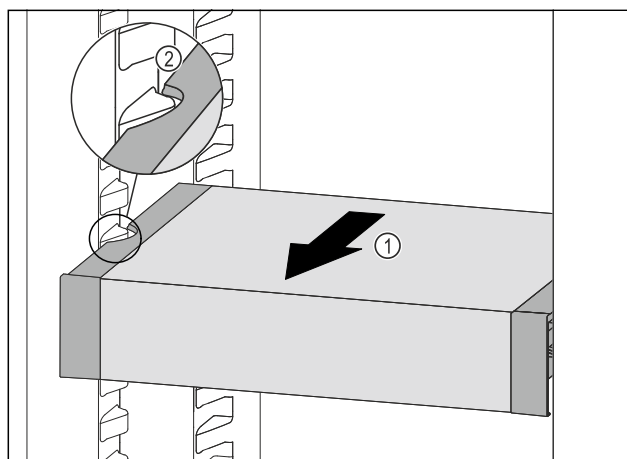

Fig. 180
- Tërhiqni VarioSafe për nga përpara *Fig. 180 (1)*, derisa folëtë anësore të VarioSafe të jenë në lartësinë e brinjëve të kutisë në pjesën e ftohjes. *Fig. 180 (2)*